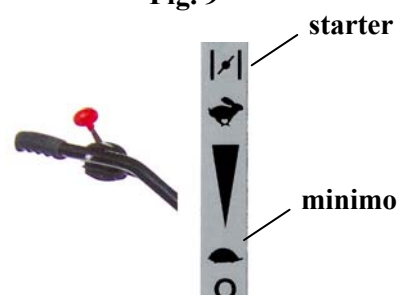

Fig. 10
- Spostare la leva acceleratore in posizione di **starter** (**fig. 10**, manettino con decalcomania corrispondente);
- Una volta avviato il motore, fare ritornare la leva acceleratore (**fig. 10**) al minimo e lasciare scaldare il motore.